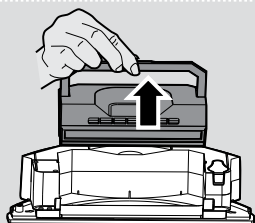
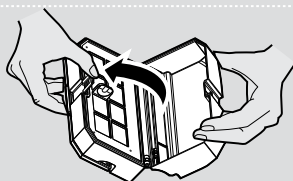
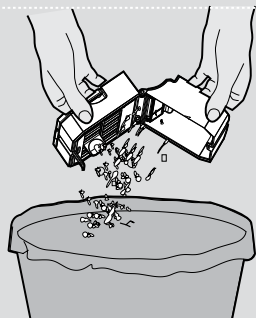
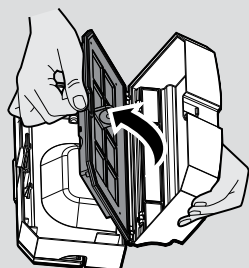

Fig. 10
Fig. 11
Fig. 12
Fig. 13
2. Levante el depósito de polvo por el asa, [Fig. 10] abra el depósito de polvo por donde se indica soltando el clip, [Fig. 11] Vacíe el depósito en el cubo de la basura. [Fig. 12]
2. Retire el depósito de polvo y vacíelo. [Fig. 10,11,12] Abra el depósito de polvo, retire el filtro EPA de la malla filtrante y límpielos por separado. El montaje se realiza en orden inverso, asegúrese de que el filtro está montado correctamente. [Fig. 13,14]